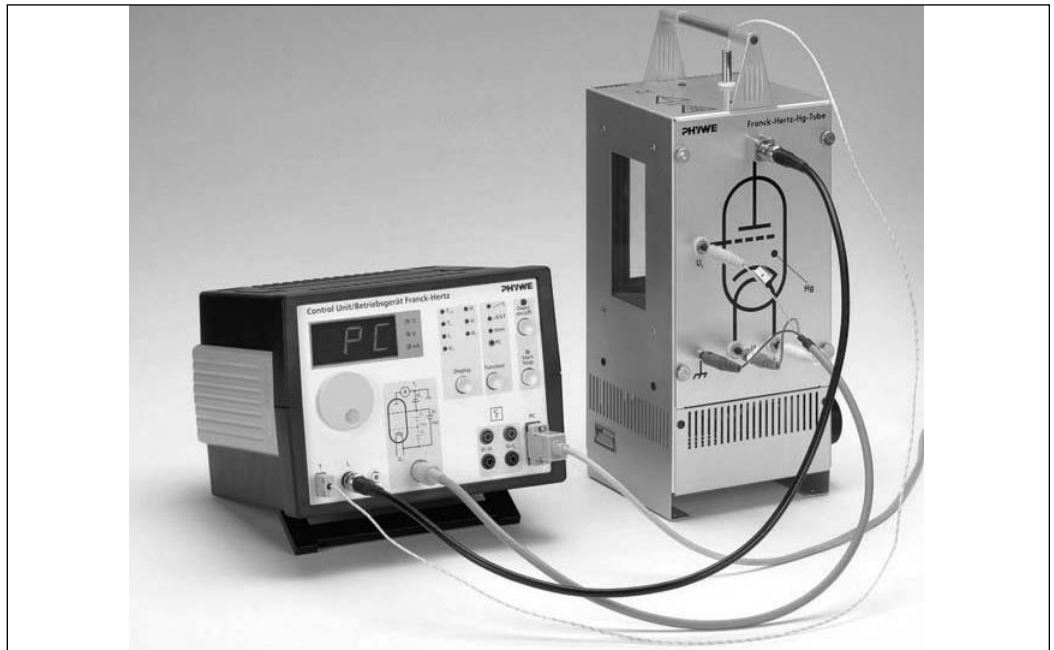

Fig. 1: Estructura del experimento Franck-Hertz con tubo de mercurio y horno.
Al conectar el tubo de mercurio de Franck-Hertz, comprobar que las descripciones del enchufe de 4 mm coincidan con las hembrillas en la placa (ver fig. 1). Conectar adicionalmente un sensor de temperatura (12) para el funcionamiento del tubo de mercurio. Pasar la punta del sensor por la abertura en el horno Franck-Hertz y posicionarla a la altura del cátodo del tubo. Además, es necesario conectar el horno a la base con toma de tierra en la parte trasera del equipo mediante el cable de conexión. Comprobar que la tensión de conexión del horno coincida con la tensión local de la red. **Girar el botón giratorio situado en el lateral del horno al máximo.** De esta forma se garantiza que el interruptor bimetalico en el horno se active hasta con temperaturas muy elevadas y el horno se desconecte para no perturbar el proceso de regulación.